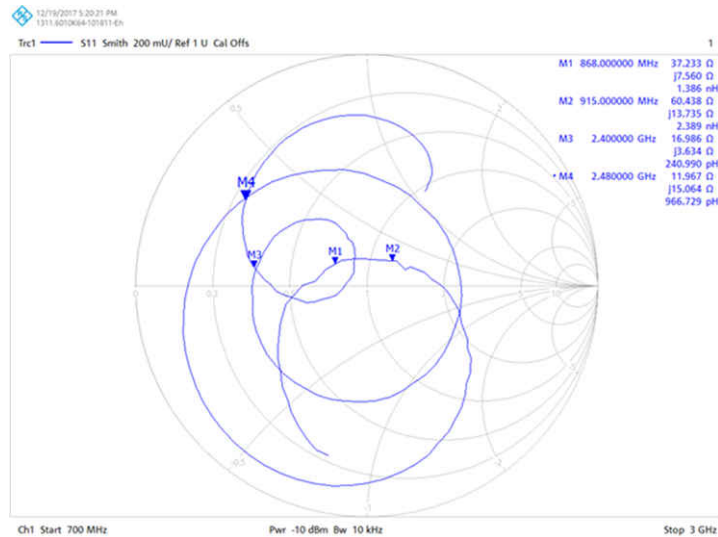
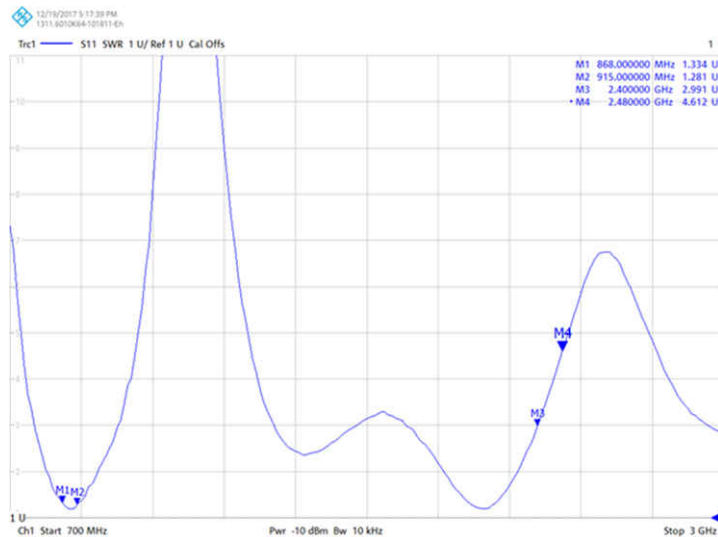

图 5-5. 最终匹配值为 L_{HIGH} : 3.3nH 和 C_{LOW} : 5.6pF 的史密斯图
图 5-6. 最终匹配值为 L_{HIGH} : 3.3nH 和 C_{LOW} : 5.6pF 的 VSWR 图
- 2.44GHz : $16 + j8$, VSWR : 3.18:1 在高频带匹配合理, 但优先使用 VSWR < 2.00:1 ; 请参阅图 5-5 和图 5-6。